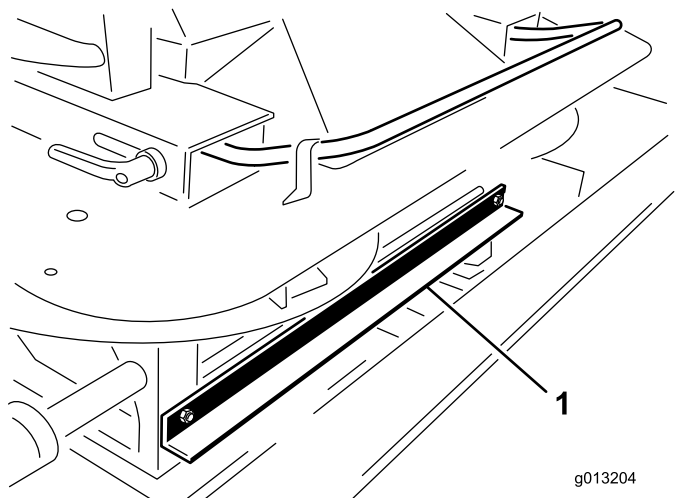

Figura 4
3. En la parte delantera del doble rotor, retire los dos pernos y las tuercas que sujetan el soporte de transporte del dispositivo de izado de la máquina al doble rotor (Figura 4).